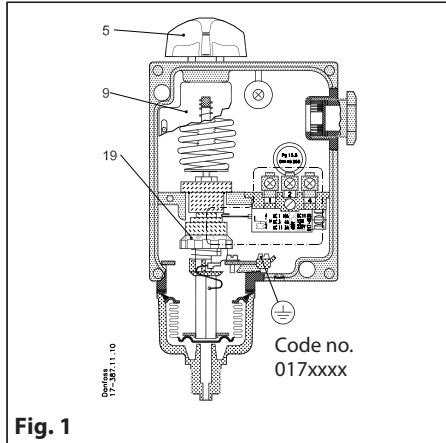
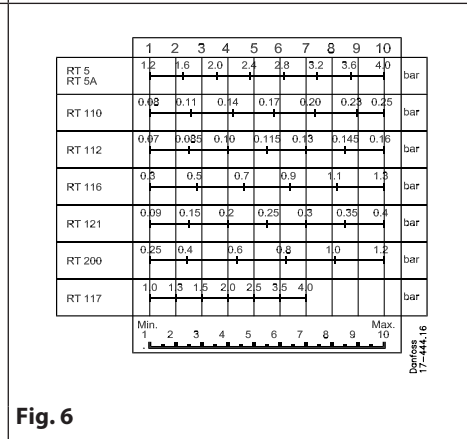
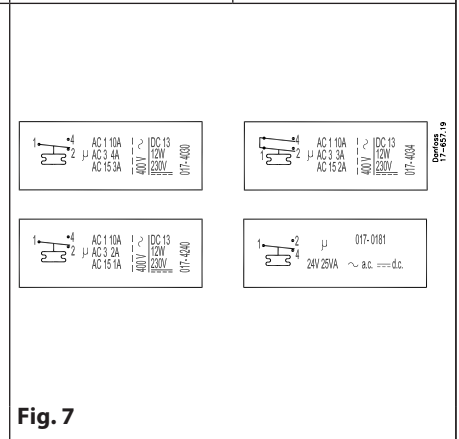

Fig. 1
Fig. 6
Fig. 7
The pressure controller is set by rotating the knob (5), at the same time reading the main scale (9). See fig. 1.
The differential is set by rotating the differential adjusting nut (19) to the value indicated by the use of the nomogram in fig. 6. The maximum operating pressure is thus the sum of the setting pressure and the differential.
2. Set the pressure switch for 8.2 bar by rotating the knob (5).
3. Set the differential adjusting nut (19) at the figure 7 which is found by reading the nomogram in fig. 6.
Der Pressostat ist nach der Funktion - Schliessen oder Öffnen, - die bei Druckabfall eintreten soll, einzustellen (Bereichseinstellung). Die Einstellung selbst wird mit dem Einstellknopf (5) unter gleichzeitiger Ablesung der Hauptskala (9) vorgenommen. Siehe Fig. 1. Die Differenz wird mit der Differenzrolle (19) nach dem Nomogramm in Fig. 6 eingestellt. Der obere Ansprechdruck ist also gleich der Summe von Einstelldruck und Differenz.
2. Pressostat mit dem Einstellknopf (5) auf 8,2 bar einstellen.
3. Differenzrolle (19) auf die Zahl 7, die sich beim Ablesen des Nomogramms in Fig. 6 ergibt, stellen.
Le pressostat est réglé d'après la fonction - fermeture ou ouverture du circuit - à pression décroissante (réglage de la plage). Le réglage proprement dit se fait au moyen du bouton cruciforme (5) en lisant sur l'échelle principale (9). Voir fig. 1.
Le différentiel est réglé au moyen de la molette du différentiel (19) d'après le nomogramme de la fig. 6.
2. Régler le pressostat, au moyen du bouton cruciforme (5), sur 8,2 bar.
3. Régler le différentiel (19) sur le chiffre 7 donné par le nomogramme de la fig. 6.
El diferencial se ajusta haciendo girar la tuerca de ajuste diferencial (19) de acuerdo con el nomograma de la fig. 6. La presión de funcionamiento máxima es por consiguiente la suma de la presión de ajuste y del diferencial